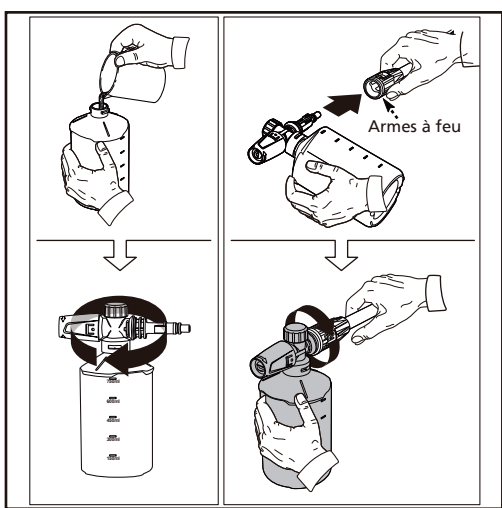
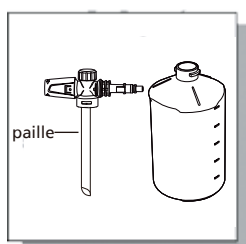

Fig. 8
Fig. 9
- Quand vous utilisez le canon à mousse, remplissez-le de détergent spécialement formulé pour nettoyeurs haute pression avec un ratio eau-détergent appropriée selon les précautions d'emploi du détergent que vous utilisez (Figure 8). Le canon à mousse est équipé d'un petit tuyau d'aspiration de détergent. S'il n'est pas déjà attaché, regardez dans le canon à mousse et fixez-le au couvercle. (Figure 9)